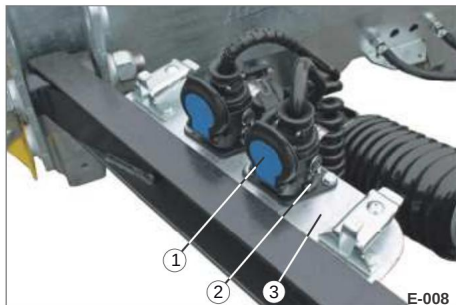

Bild 10 Kontakt parkerad
• När fordonet är fränkopplat, anslut Släpvagn, kontaktarna i respektive parkeringsuttag (Bild 10/1).
• Skruva fast fästet (bild 10/2) på Nippons-kopplingen på parkeringsshylsan. Kontakten sitter ordentligt i parkeringsuttaget på parkeringskonsolen.